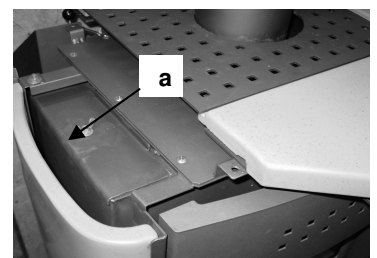

Abb. 1
1. Die komplette Geräteabdeckung anheben und um 90° (nach links bzw. rechts, je nach zu reinigender Rauchgaszugseite) verdreht wieder auf das Gerät legen (siehe Abb. 1). Der Rauchrohranschluß an den Schornstein braucht für diese Arbeiten nicht entfernt werden.